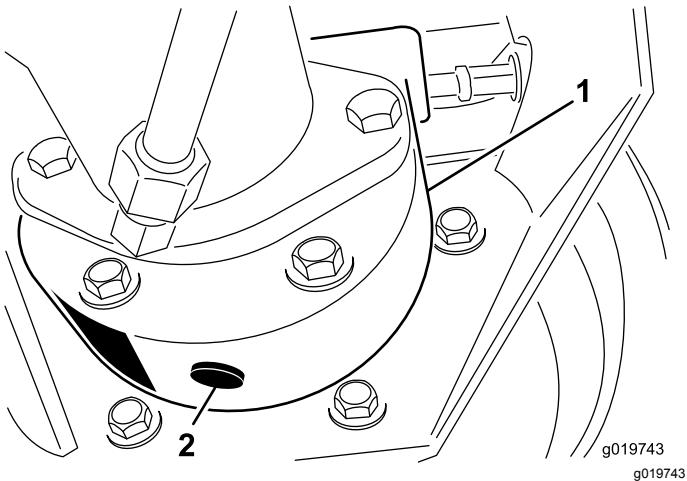

Figura 56
3. Mettete una bacinella sotto la scatola del freno, togliete il tappo di spruzzo e lasciate defluire l'olio (Figura 56).